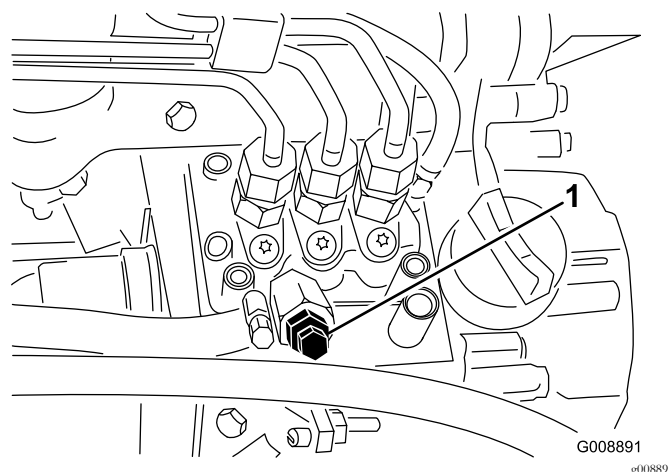

Figura 43
4. Desaperte o parafuso de purga que se encontra na bomba de injeção de combustível (Figura 43).